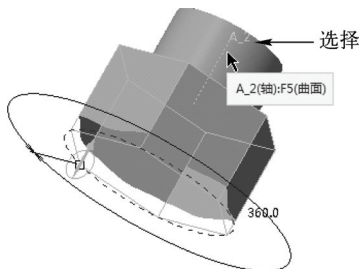

图 10-17 选择“A_2”轴
STEP 03 在绘图区中选择“A_2”轴，如图 10-17 所示。